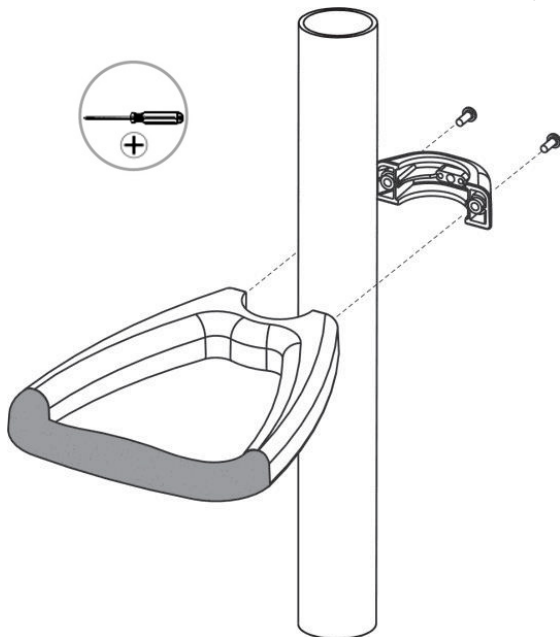

Figure 7 ■ Figure 7 ■ Abbildung 7 ■ Figura 7 ■ Figura 7
ハンドルを#10-32 x 9/16インチのPHMS2個で締めて、ロールスタンドポストに取り付けます（29ページの図7を参照）。ハンドルがポストの周りを回らなくなるまで、ハンドルのねじを交互に締めます。
■ Afbeelding 7 ■ Figur 7 ■ Figur 7 ■ Εικόνα 7 ■ Figura 7
■ Obrázek 7 ■ 7 ábra ■ Rysunek 7 ■ Obrázok 7 ■ Figur 7 ■ Kuva 7
■ Рисунок 7 ■ Slika 7 ■ 图 7 ■ 그림 7 ■ 図7